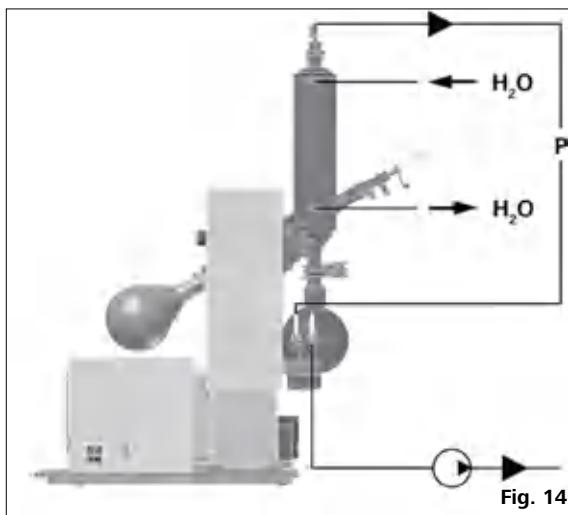

Fig. 14
- ⇒ 按照逆流原理将水管连接于冷凝管 (Fig. 14)；